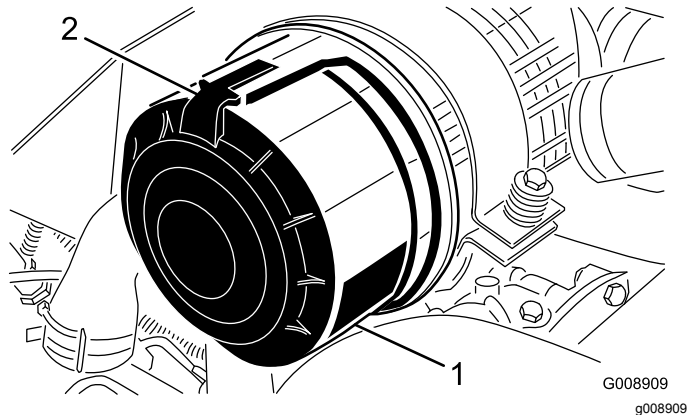

Рисунок 88
1. Отпустите защелки, фиксирующие крышку воздухоочистителя на его корпусе (Рисунок 88).